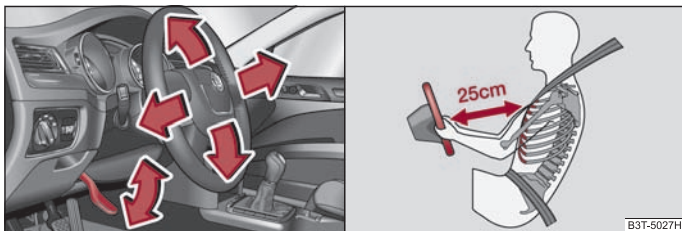

Fig. 125 Volante regulable: Palanca debajo del volante / distancia segura desde el volante
- Gire la palanca situada debajo del volante hacia abajo ⇒ fig. 125 - lado izquierdo ⇒ ⚠.
- El conductor se ha de mantener a una distancia mínima de 25 cm del volante ⇒ fig. 125 - lado derecho. Si no respeta la distancia mínima, el sistema de airbag no podrá protegerle - ¡Peligro de muerte!